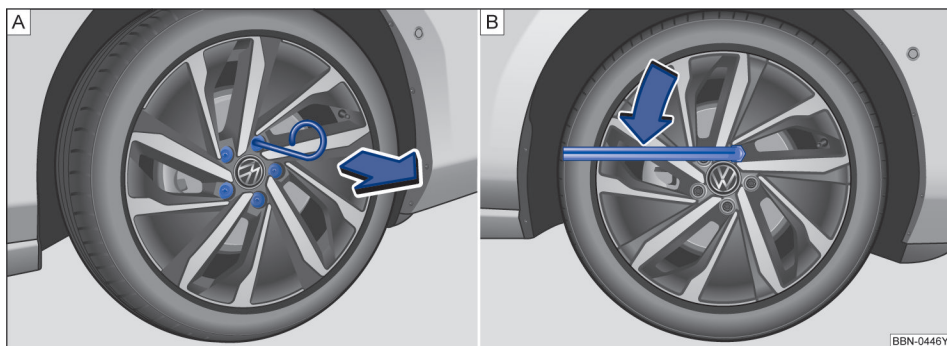

图 177 A. 从车轮螺栓上拔下盖罩；B. 更换车轮：松开车轮螺栓
- 将钢丝钩穿过开口插入盖罩内→图 177 A，然后沿箭头方向将其拔下。
- 将车轮扳手套到车轮螺栓上，然后推到限位位置→图 177 B。